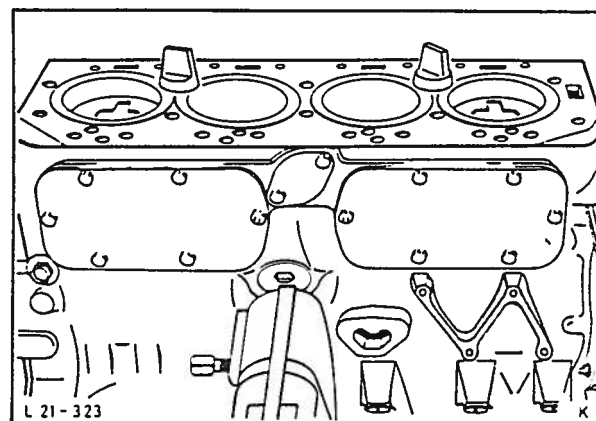

Fig. 43 Fest sylindervingene.
11. Skru ut topplokksboltene (22) idet topplokket løsnes i motsatt rekkefølge av tiltrekkingen. Ta av topplokket og fest sylindervingene med spesialverktøy 21-038, fig. 43.